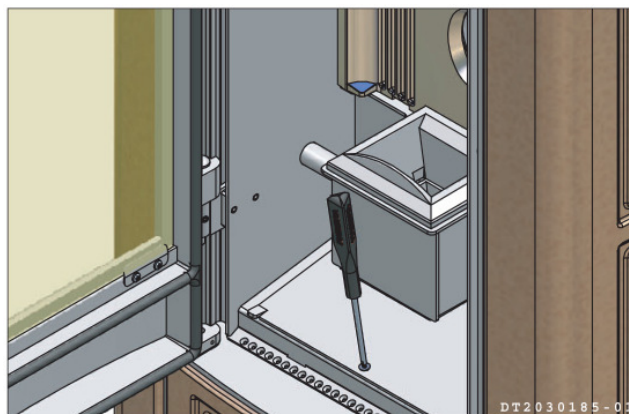

Abb. 25 Abgassammler Schraube
- Die Schraube (3 mm Innensechskant) der Abdeckplatte entfernen, Abdeckung leicht anheben und herausziehen. (Abb. 25 und Abb. 26)